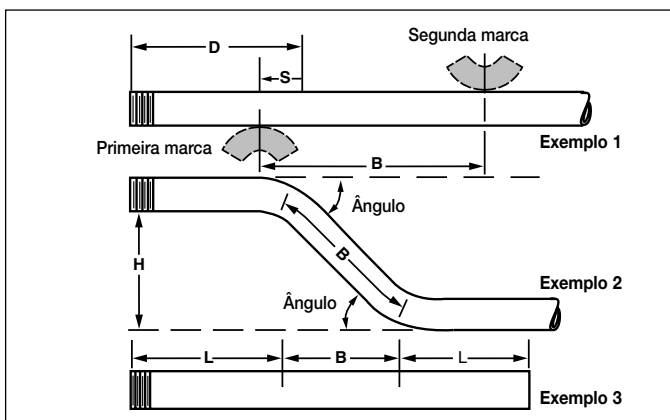

Figura 7
- Determine o ângulo desejado para a dobra dupla. Localize e marque a primeira dobra na distância (D) menos (S) do fim do tubo, seguindo as Instruções para Dobra Parcial da Seção 7.2, itens 2 e 3.
- Usando o mesmo ângulo de dobra, encontre a dimensão (B) na Tabela 4. **NOTA:** a Tabela mostra o maior diâmetro de tubo que pode ser dobrado para se obter a distância entre centros desejada (H).
- Faça a segunda marca (B) no tubo, conforme demonstrado na Figura 7, Exemplo 1.